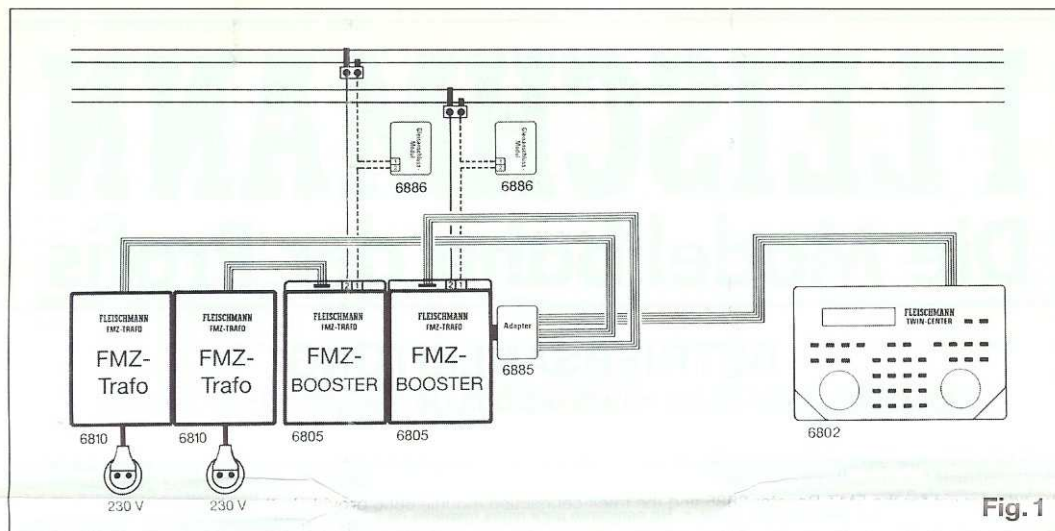

Fig. 1
Beim Anschließen gehen Sie bitte wie folgt vor (siehe Fig. 1):
1. Achten Sie zunächst darauf, dass Ihre Geräte auf einer ebenen Fläche stehen. Am Besten, Sie stellen Ihre Geräte wie in Fig. 1 gezeigt schon einmal vor sich hin – dann ist der korrekte Anschluss wirklich ganz einfach.
HINWEIS: Beim Anschluss mehrerer FMZ-Booster 6805 stecken Sie diese bitte mit Hilfe der seitlichen Buchsen/Stecker aneinander und stellen Sie die FMZ-Trafos 6810 getrennt (s. Fig. 1).
Please follow these instructions for connection (see Fig. 1):
- Please ensure first of all, that your equipment is standing on a firm, flat surface. Best of all, set it out as shown in Fig. 1 – then the correct connection will be really easy.
ADVICE: When connecting in several FMZ-Boosters 6805, then please utilise the side sockets plugged together alongside each other, and position the FMZ-transformers separately (see Fig. 1).
Pour le raccordement, procédez comme suit (voir Fig. 1):
1. Veillez d'abord à ce que vos appareils reposent sur une surface plane. Le mieux est de présenter vos appareils comme indiqué en fig. 1, et leur raccordement ne posera vraiment aucun problème.
Remarque: Si vous raccordez plusieurs Boosters FMZ 6805, veuillez les relier à l'aide des prises/fiches latérales et disposez les transfos FMZ 6810 séparément (voir Fig. 1).
Bij het aansluiten gaat u als volgt te werk (zie Fig. 1):
1. Let er op dat de apparaten op een vlakke ondergrond staan. Het beste op de wijze zoals aangegeven in Fig. 1 – een correcte aansluiting is dan heel eenvoudig.
Tip: bij het aansluiten van meerdere FMZ-boosters 6805 verbindt u deze met behulp van het steekcontact aan de zijkant en houdt u de FMZ-trafo's 6810 gescheiden (zie Fig. 1).